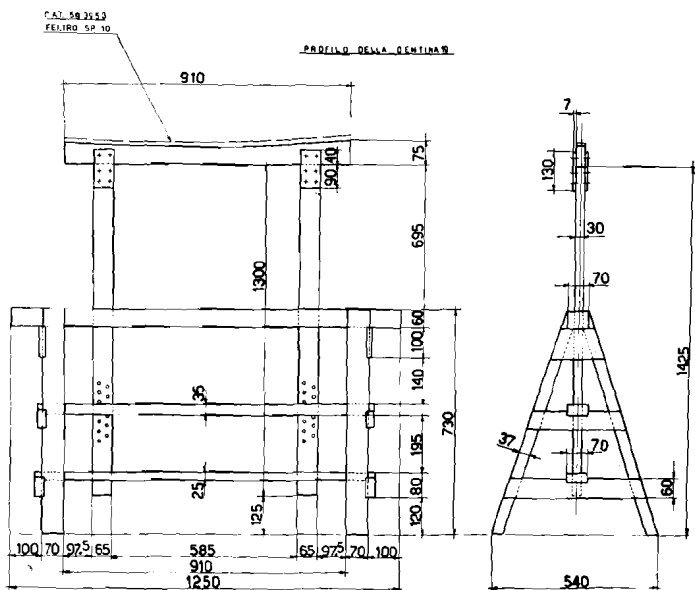

Fig. 37. — Cavalletti regolabili sostegno ali.
N. 2 cavalletti registrabili per l'appoggio delle ali (fig. 37);
Le due semiali devono essere sollevate e portate con i propri attacchi in prossimità di quelli del tronco centrale facendo poggiare l'altra estremità sul cavalletto indicato nella fig. 37.